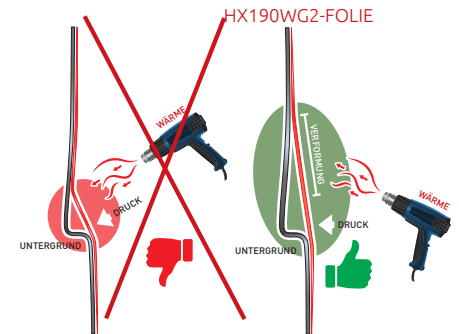

Abbildung 06
- › Die gespannte Folie ist so auf dem Untergrund aufzulegen, dass sie die erhabenen Stellen berührt. (Abb. 06)